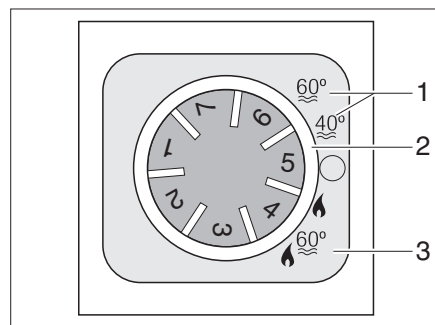

Fig. 198 Unité de commande pour chauffage/chauffe-eau
Le chauffe-eau est intégré dans le chauffage et fonctionne au gaz (Régime au gaz) et/ou à l'électricité (Régime au gaz et électrique 230 V). Le chauffe-eau est mis en service au niveau de l'unité de commande (Fig. 198) à l'aide de l'interrupteur tournant (Fig. 198,2). Le sélecteur de source d'énergie (Fig. 200) permet de présélectionner le type d'énergie (Régime au gaz et électrique 230 V).
En régime hiver "Chauffage et chauffe-eau" (Fig. 198,3), l'eau du chauffe-eau est automatiquement chauffée lors de la mise en marche du chauffage. Si le chauffage s'arrête à la température ambiante désirée, le chauffe-eau continue de chauffer jusqu'à obtention de la température d'eau sélectionnée.
En régime été (Fig. 198,1), seulement l'eau du chauffe-eau est chauffée à 40 °C ou 60 °C. Il faut environ 1 heure pour que l'eau atteigne 60 °C. Le voyant de contrôle jaune s'allume pendant la phase de chauffage du chauffe-eau.
- Placer l'interrupteur tournant (Fig. 198,2) de l'unité de commande (Fig. 198) sur "Régime été" (Fig. 198,1).
- Placer l'interrupteur tournant (Fig. 198,2) de l'unité de commande (Fig. 198) sur "O".
La combinaison régime au gaz et régime électrique 230 V permet de raccourcir la période de chauffage (uniquement possible lorsque le chauffe-eau sur l'unité de commande (Fig. 198) est réglé sur régime hiver).